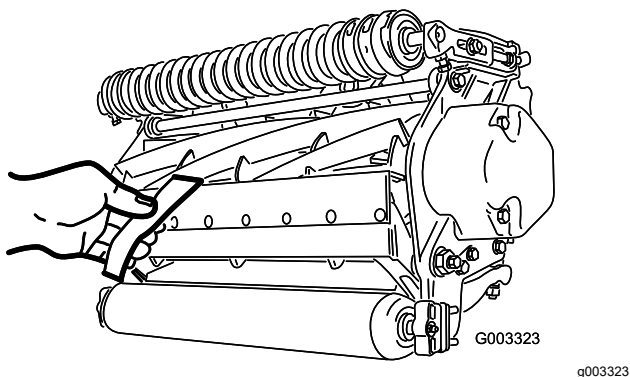

Figura 8
- B. Insira uma fita comprida de papel de desempenho de corte (Peça Toro N.º 125-5610) entre o cilindro e a lâmina de corte, perpendicular à lâmina de corte (Figura 8) e, em seguida, rode **lentamente** o cilindro para a frente; deve cortar o papel; caso contrário, repita os passos A e B até que o faça.
- Insira uma fita comprida de papel de desempenho de corte (Peça Toro N.º 125-5610) entre o cilindro e a lâmina de corte, perpendicular à lâmina de corte (**Figura 8**) e, em seguida, rode **lentamente** o cilindro para a frente; deve cortar o papel; caso contrário, rode cada parafuso de ajuste da barra de apoio no sentido dos ponteiros do relógio 1 clique e repita este passo até que corte o papel.